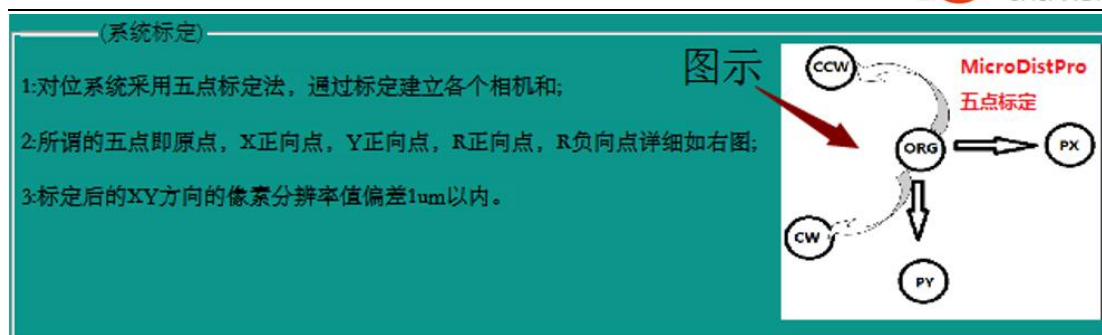

图 2-21
1. 标定参数: XY/角度 R 标定步距设置, 即系统五点标定步距设置, 大致原理分析如下图 2-21 所示: